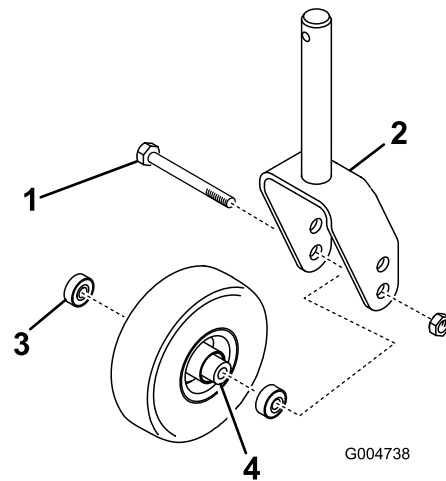

Figure 28
1. Enlevez le contre-écrou du boulon qui fixe la roue pivotante à la chape (Figure 28).
3. Enlevez le roulement du moyeu de la roue et laissez tomber la douille d'écartement à l'extérieur (Figure 28).